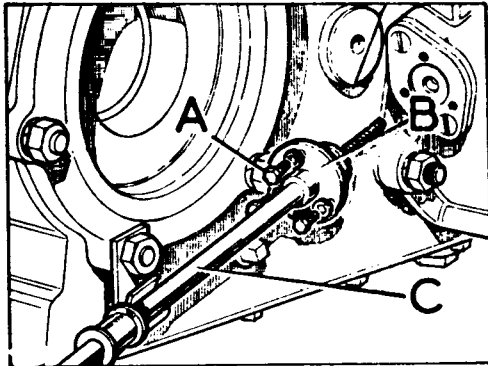

Fig. C1-15 Conexión del cable de velocímetro a la caja reductora
- 1.7. Desconectar el cable, C, (Fig. C1-15) del velocímetro, soltando los tornillos, A.